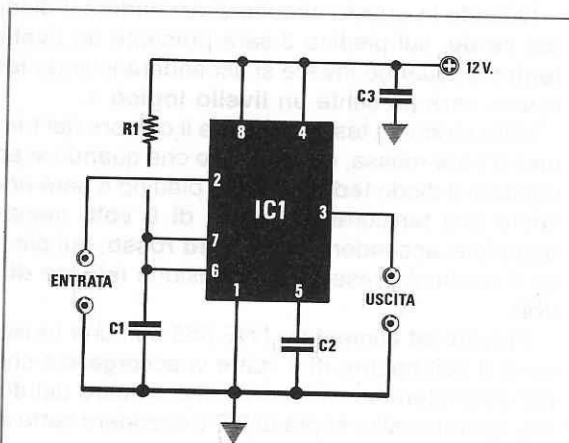

Fig.5 MULTIVIBRATORE MONOSTABILE
In fig.5 vi presentiamo un **monostabile** utilizzato principalmente per ottenere in uscita un impulso **positivo**, ogniqualvolta nel piedino 2 Trigger entrerà un impulso **negativo**.
La larghezza dell'impulso di uscita potrà essere variata secondo le diverse esigenze, utilizzando le stesse formule riportate per il precedente **monostabile** (vedi fig.5).
Per calcolare il tempo, vale a dire la larghezza dell'impulso, potrete utilizzare le formule riportate per il monostabile di fig.5.
**Fig.11 MULTIVIBRATORE MONOSTABILE con possibilità di variare o di correggere la sua frequenza agendo sul trimmer R1. Per calcolare il valore di C1, utilizzate le stesse formule dello schema di fig.5.**
**Fig.12 MULTIVIBRATORE MONOSTABILE con possibilità di variare o di correggere la frequenza agendo sul trimmer R2. Per calcolare i valori di C1-R1, utilizzate le formule dello schema di fig.5.**